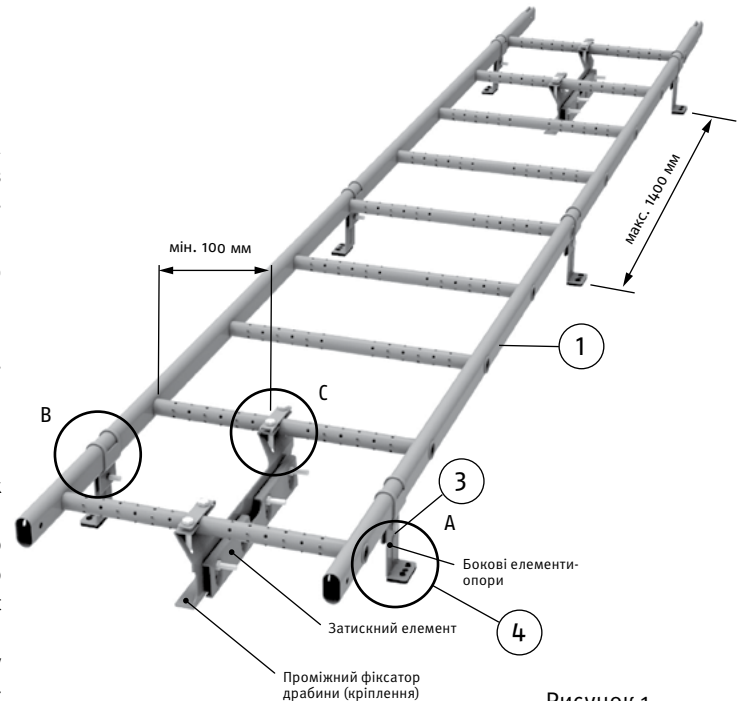

Рисунок 1
- закріпити ущільнення з етилен-пропіленового каучуку в бокових елементах-опорах (рис. 1А),
- бокові елементи-опори (рис. 1В) з ущільненнями прикрутити до двох вертикальних балок за допомогою болтів з шестигранною головкою М8х30 таким чином, щоб вони були спрямовані в бік схилу даху і знаходились на відстані не більше 1400 мм,
- на двох крайніх щаблях драбини у її верхній частині та другому та третьому щаблях в нижній частині встановити проміжні кронштейни (кріплення) з використанням 4 болтів М8х30 з шестигранною головкою, не ближче 100 мм від вертикальних балок (рис. 1С),